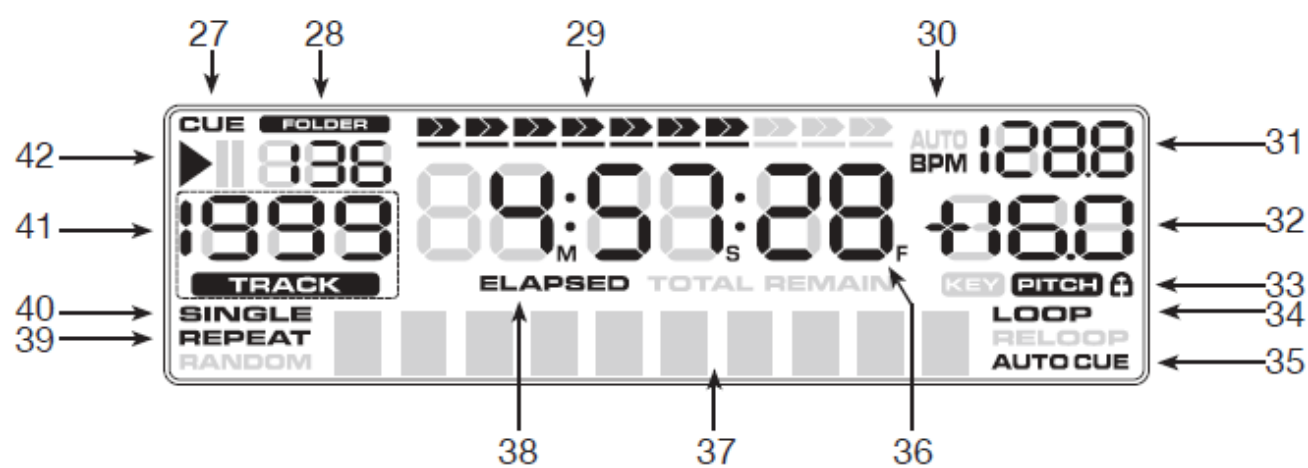

Figura 3
24. AUDIO OUTPUT R e L: l'uscita principale include due connettori jack XLR bilanciati (25) e due connettori jack RCA non bilanciati. I connettori RCA inviano un segnale in uscita non bilanciato a bassa potenza. Utilizzare queste prese per l'invio di audio standard ad un mixer o ricevitore. La presa di colore Rosso rappresenta il canale di uscita Destro (R) mentre quella Bianca rappresenta il canale di uscita Sinistro (L).
25. RIGHT LEFT BALANCED OUTPUT : l'uscita principale include due connettori jack XLR bilanciati (25) e due connettori jack RCA non bilanciati (24). I connettori jack XLR a 3 pin inviano un segnale bilanciato ad alta impedenza. Questi connettori devono essere utilizzati con un amplificatore o altra apparecchiatura audio con ingresso bilanciato o in presenza di un cavo di segnale di lunghezza superiore a 4,5 m. Queste uscite devono essere utilizzate ogni volta che sia possibile.
D. PANNELLO DISPLAY LCD (Figura 3)